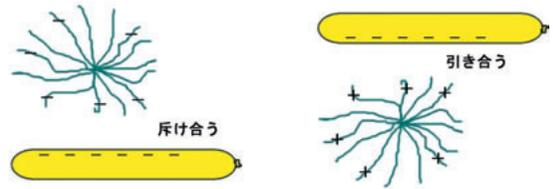

図1 電気くらげ（左）と逆電気くらげ（右）の原理
3. 気合い一発、竹刀を振るようにしてくらげを振りほどくと細長風船は強く負に、くらげは強く正に帯電する。異種の静電気は引き合うので、うまく操ると風船の下でくらげを漂わせることができる。ふつうの電気くらげと上下関係が逆なので逆電気くらげと命名した（図1）。この実験での帯電列を表すと表2のようになる。